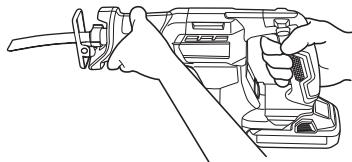

Fig. 14
- Veuillez à tenir le corps du haut du logement. (Fig. 14)